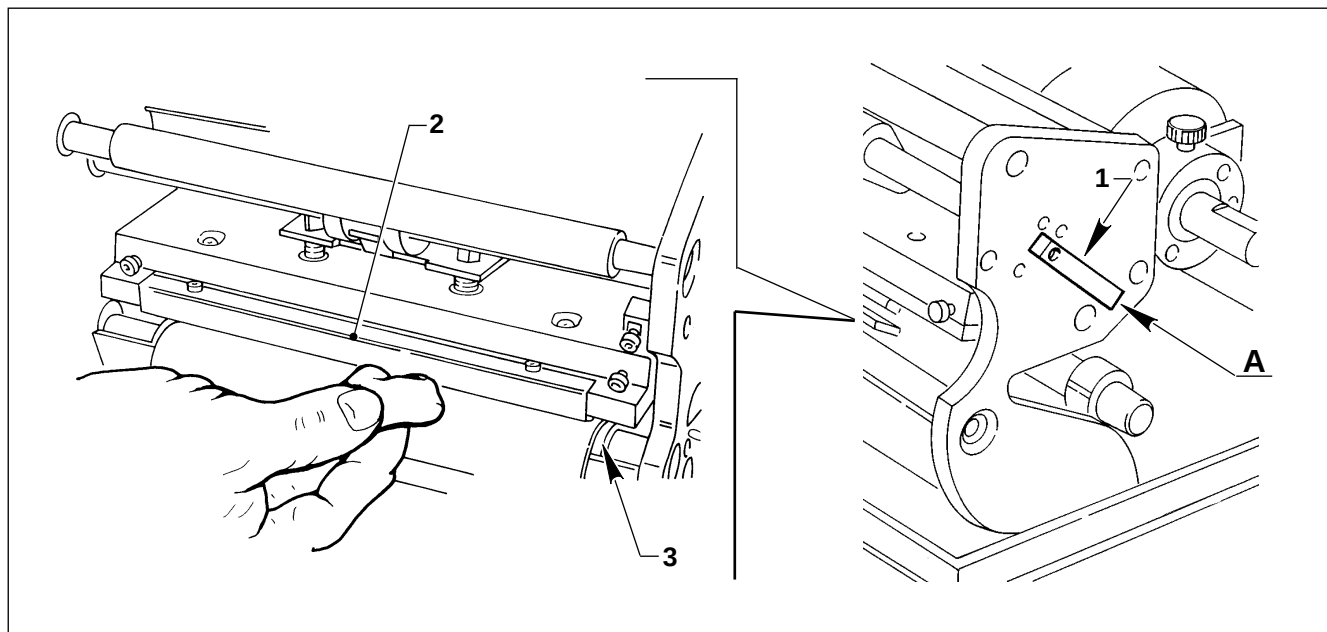

Fig. 12 PULIZIA GIORNALIERA
4.1.b Pulizia giornaliera (Fig. 12)
- Alla fine della giornata lavorativa alzare la testa di stampa ruotando la leva (1) nella posizione "A" Aperta.
- Attendere che la testa di stampa (2) sia fredda, quindi pulirla con un panno morbido imbevuto di alcool.
- Pulire i rulli gommati (3) utilizzando un panno morbido imbevuto di alcool .
4.1.b Daily cleaning (Fig. 12)
- Lift up the printing head turning the lever (1) to the open position ("A") at the end of each working day.
- Wait for the printing head to cool down (2) and then, clean it with a soft cloth damp with alcohol.
- Clean the rubber roller (3) with a soft cloth damp with alcohol.